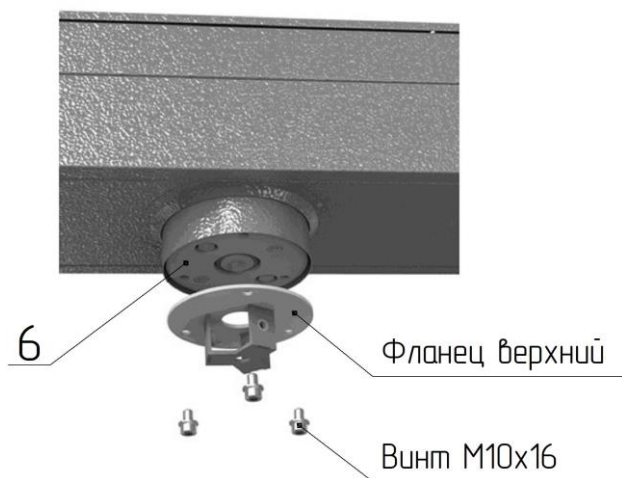

Рис. 5 Соединение верхнего фланца центральной стойки с диском муфты привода **6**
- установите на диск муфты привода **6** (рис. 5) верхний фланец центральной стойки и закрепите винтами М10х16; нижний фланец прикрепите к фланцу вала напольной плиты **7** винтами М8х16;